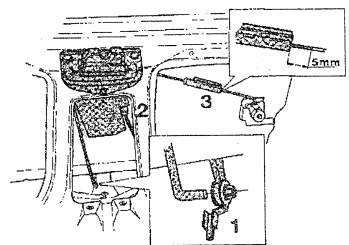

Рис. 6.49.
50. См. рис. 6.49. Удалить винт в усилении и с помощью ключа повернуть замок в правильное положение, чтобы удалить цилиндр.